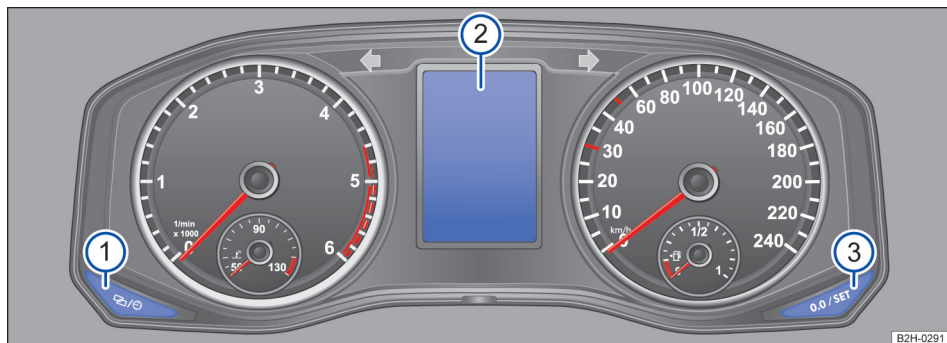

Fig. 183 Botões no instrumento combinado no painel de instrumentos.
- Pressionar o botão → Fig. 183 ❶ no instrumento combinado tantas vezes, até que seja exibida a indicação RDK Calibração da pressão dos pneus no display ❷.
- Pressionar o botão ❸ durante mais de 3 segundos, até soar um sinal sonoro.